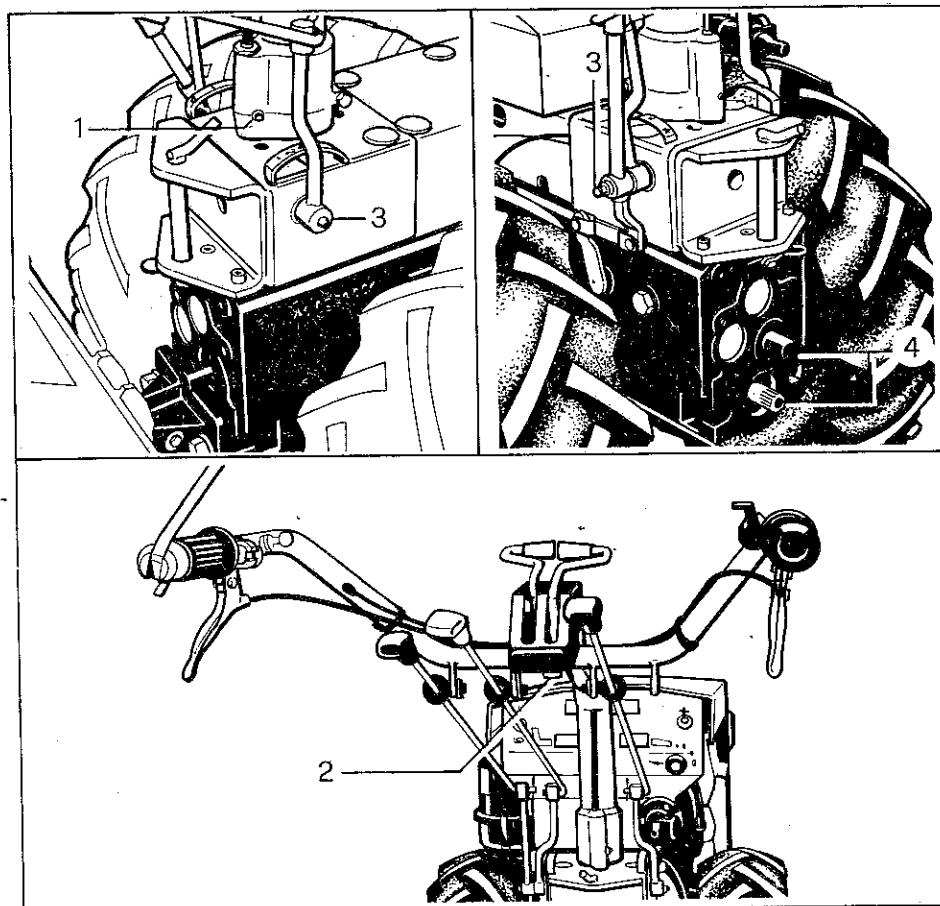

Fig. 14 - Bild 14
Ingrassare i seguenti punti impiegando grasso AGIP F1 GREASE 15 (vedere la fig. 14):
*Grease the following points making use of AGIP F1 GREASE 15 (see fig. 14):*
Graisser les points suivants en utilisant de la graisse AGIP F1 GREASE 15 (voir fig. 14):
**Filtre à air** (voir fig. 14): laver la cartouche (1) au pétrole ou au solvant. En cas de colmatage ou d'usage des mailles, remplacer le filtre. Laver la cuvette (2) au pétrole et la remplir d'huile fraîche (même huile du moteur) jusqu'à l'encoche (3).
Folgende Schmierstellen unter Verwendung von FETT AGIP F1 GREASE 15 schmieren (siehe Bild 14):